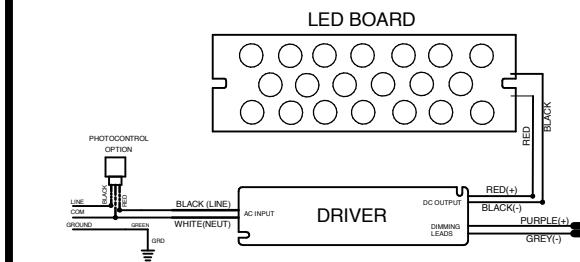

Fig 6: Wiring Diagram for RFL4 Flood
- Connect the Photocontrol as shown in Fig.6 for RFL4 or Fig 7 for RFL5.
- Connectez le Photocontrol comme indiqué à la Fig.6 pour RFL4 ou à la Fig 7 pour RFL5.